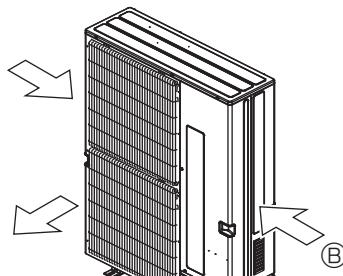

Fig. 2-17
- ② Anbring om muligt enheden således, at luftudblæsningen blæser vinkelret på den fremherskende vindretning. (Fig. 2-17)